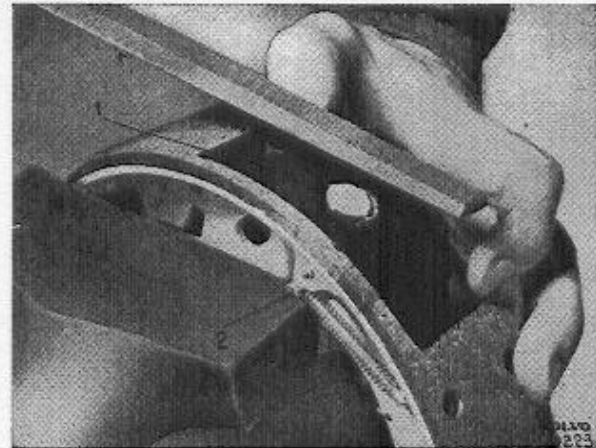

Abb. 21 Kontaktbolzen einstellen
seiner äußeren Stellung wird die Bremsbacke in einen Schraubstock gespannt. Der Absatz des Hebels (2, Abb. 21) soll auf einer Schraubstockbacke aufliegen, damit der Kontaktbolzen während der Einstellung nicht hineingedrückt werden kann und dadurch eine falsche Einstellung verursacht.
Einstellvorrichtung (1) über den Kontaktbolzen legen und überstehenden Teil über der Einstellvorrichtung abfeilen (siehe Abb. 21). Der Kontaktbolzen steht dann 0,1 mm über der Bremsbelagoberfläche.